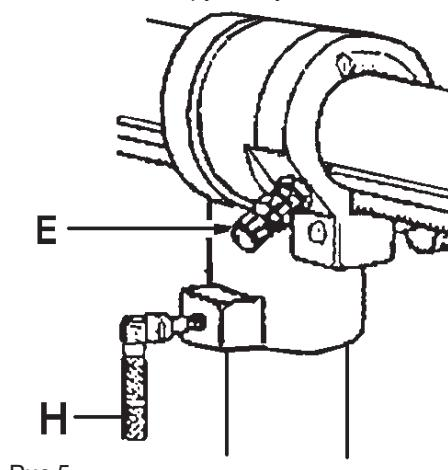

Рис.5
- Сверлильная головка может быть повернута на 45° вправо (R) и на 90° влево (L).
- Для поворота на 90° вытащите фиксирующий штифт (Е, Рис. 5) и выверните его.
- Для этого ослабьте рукоятку зажима (H, Рис. 5).
- Ослабьте рукоятку зажима (F).
- С помощью ручки настройки (I) может быть достигнута желаемая регулировка.